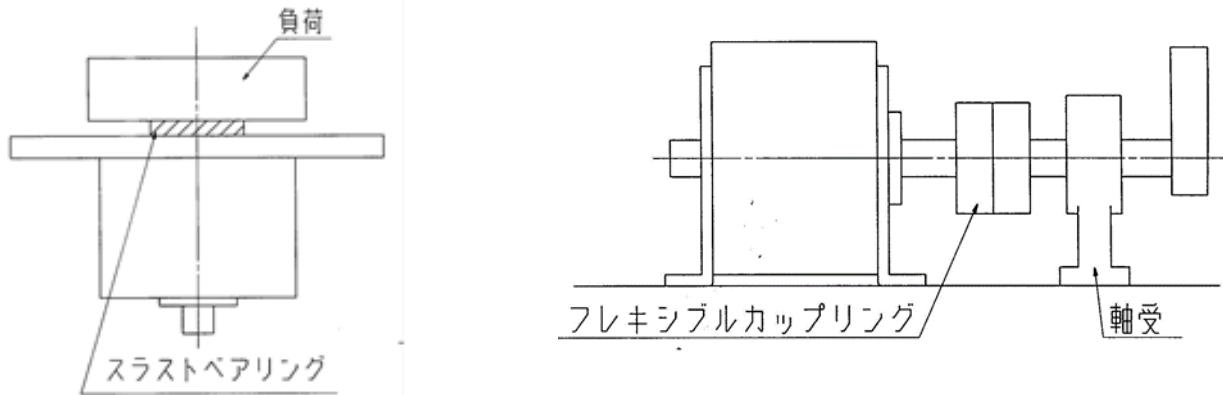

図2
② 作動条件をより良くするために図2のような方法で軸に直接荷重がかからないようにすることを推奨します。